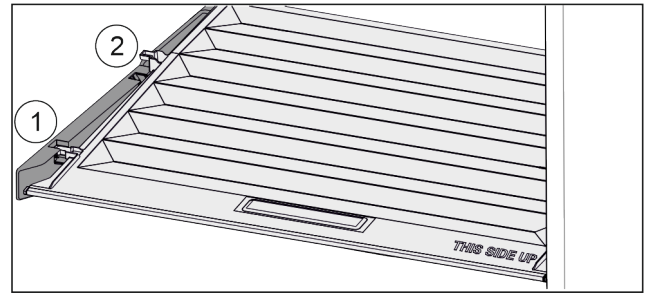

Fig. 34
- ▶ Arrastre hacia adelante Fig. 34 (1) la tapa hasta la abertura en las piezas de soporte.
- ▶ Levántela de la parte trasera desde abajo y quítela Fig. 34 (2) hacia arriba.